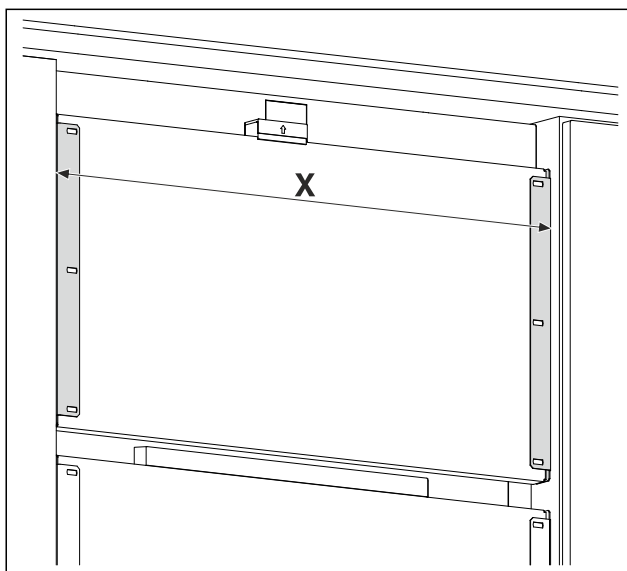

Fig. 17 Vejledende illustration
- Mål afstanden Fig. 17 (X) mellem beslagenes yderkanter.